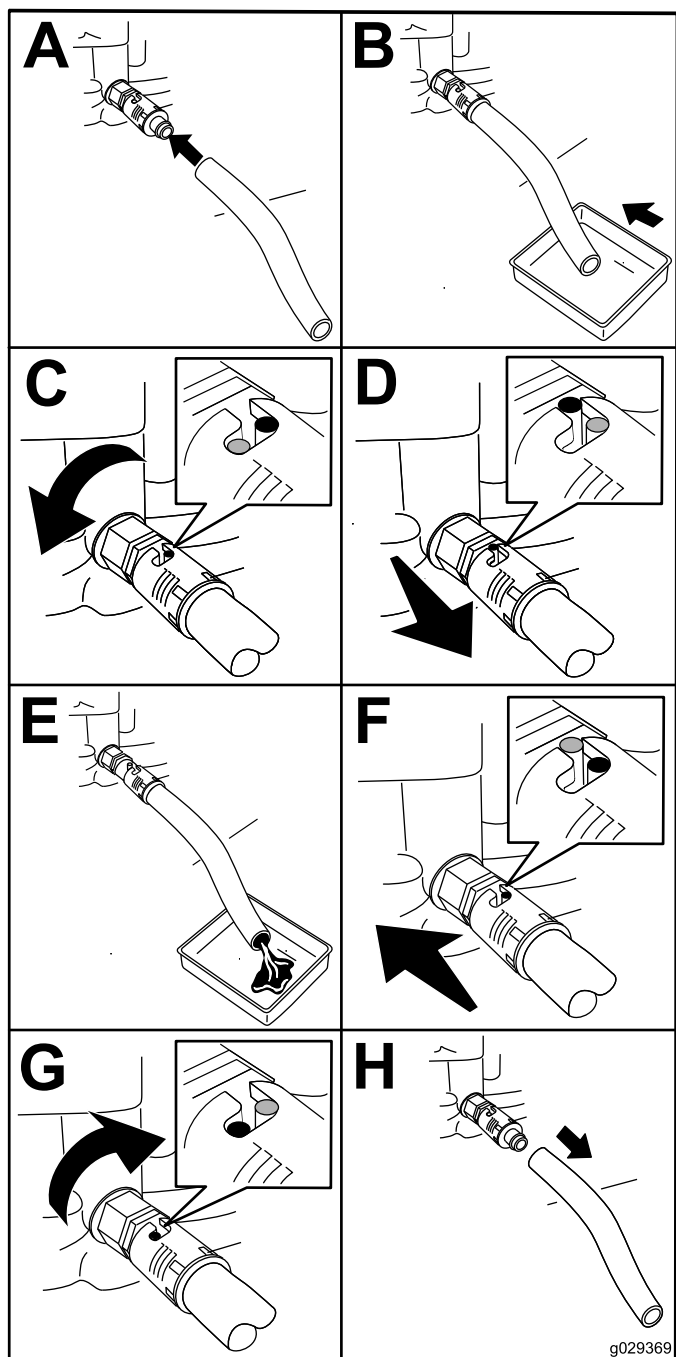

图 29
1. 将排油软管安装到排放阀上图 29。
2. 将油管的另一端图 29放入容量为 1L 的放油盘。
3. 将机油排放阀逆时针转动 1/4 圈等机油完全排出图 29。
4. 然后将机油排放阀顺时针转动 1/4 圈以关闭阀门图 29。
5. 卸下排放软管图 29并擦拭掉溢出的机油。